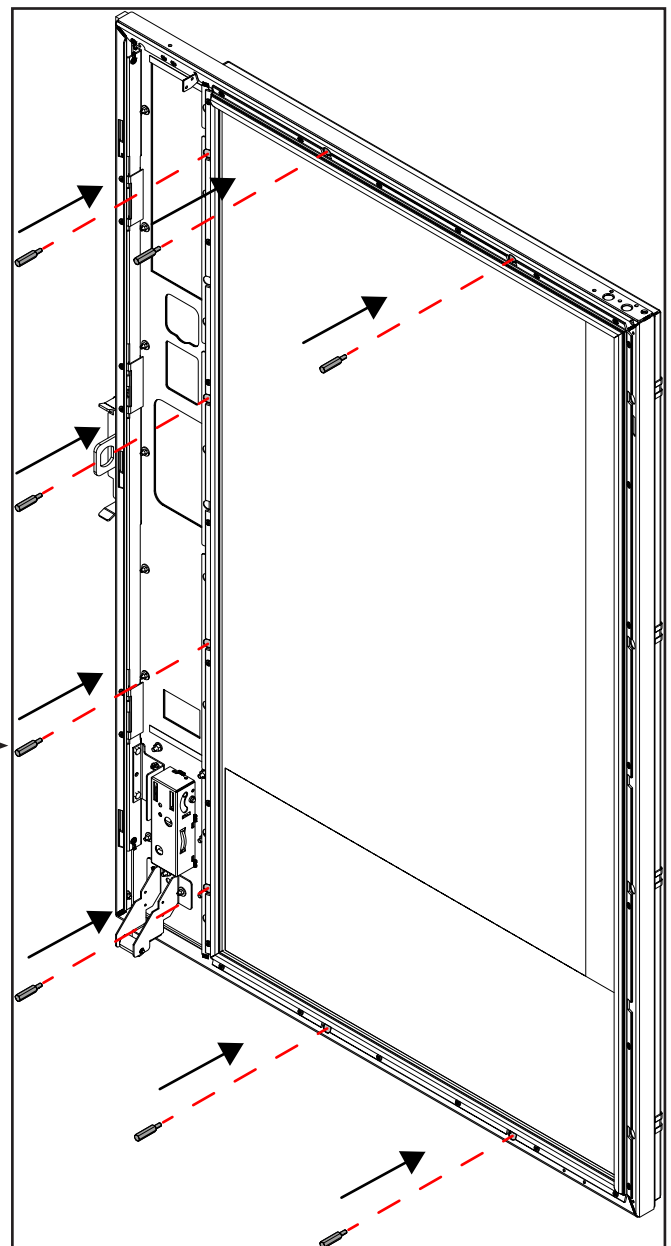

Bild 30
2. Schlagschutz mit 8x Sechskant-Schraubbolzen SW 10 montieren (Bild 30).